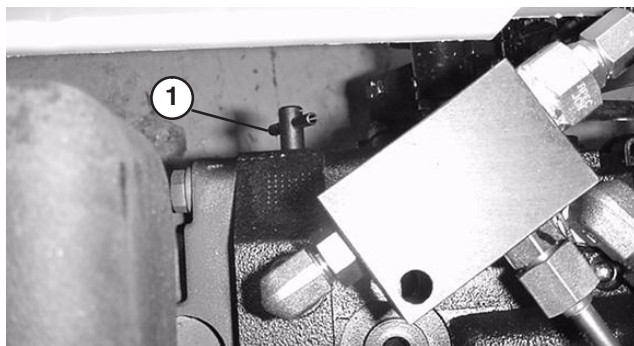

Bild 34
1. Fassen Sie das Sicherungsventil am Getriebe an und drehen Sie es eine halbe oder ganze Umdrehung nach links (Bild 34). Bei geöffnetem Ventil wird im Getriebe ein interner Durchgang geöffnet, wodurch keine Berührung mit dem Getriebeöl erfolgt. Weil das Öl umgangen wird, lässt sich die Antriebseinheit ohne Schäden am Getriebe bewegen.